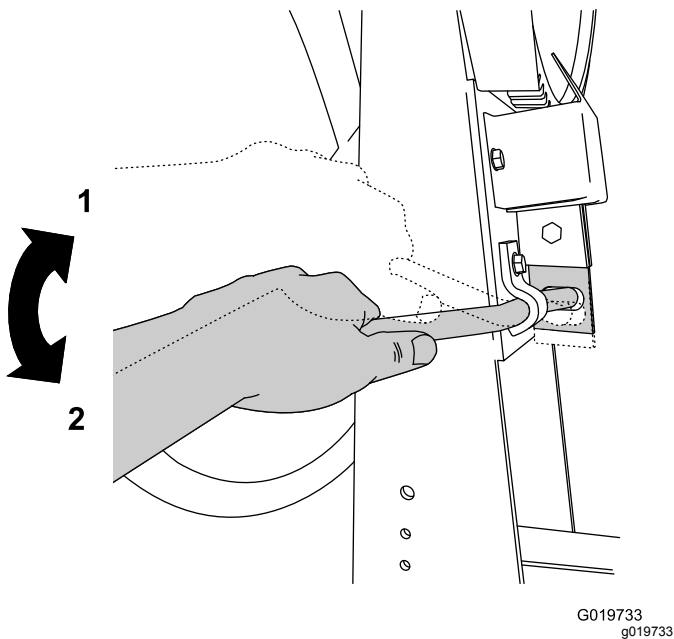

Figure 17
4. Verrouillez la cuve en position en poussant la poignée du frein de basculement vers le bas (Figure 17).